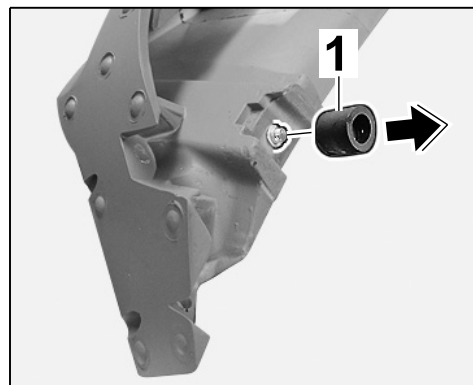

Рис. 17
- 9.1 Снять защитный колпачок справа ⇒ Рис. 17 -1- и слева на нижней части заднего спойлера.